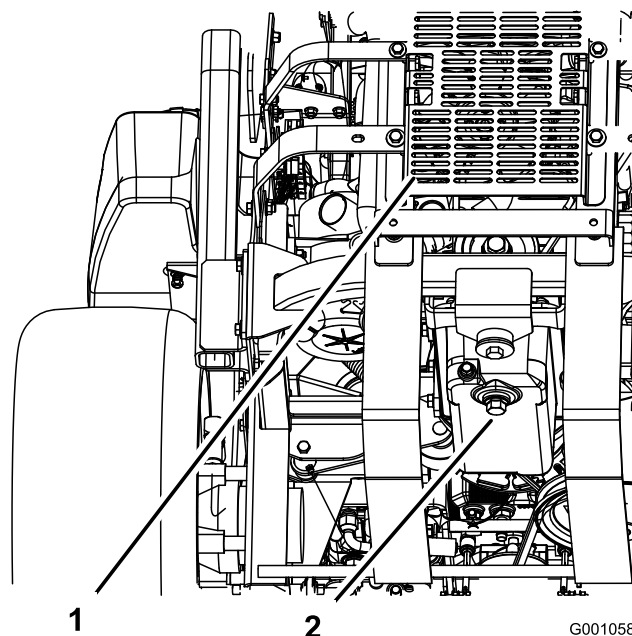

Figure 40
5. Placez un bac de vidange sous l'orifice de vidange. Retirez le bouchon de vidange et laissez s'écouler toute l'huile (Figure 40).